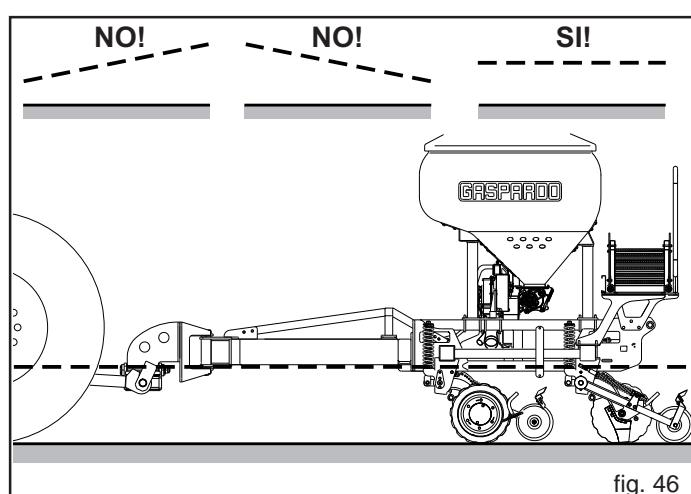

fig. 46
- 5) Versichern Sie sich, daß sich bei der Arbeit der Rahmen immer in waagrechter Lage befindet (Abb. 46), damit das Saatgut gleichmäßig auf die beiden Sävorrichtungselemente-Sätze verteilt wird.